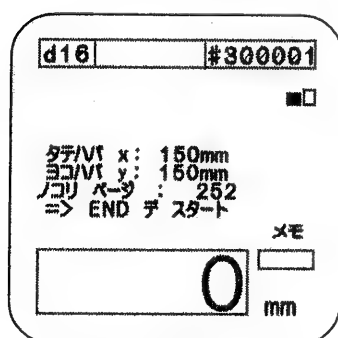

図49
- □ グリッド デ ソクティにカーソルを合わせSTARTキーを押してください。図49が表示されます。